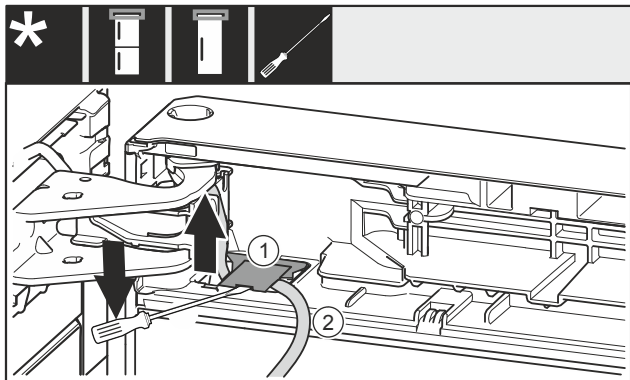

Fig. 20
- ▶ Emelje meg a fedelet lapos csavarhúzóval Fig. 20 (1), és húzza ki.
- ▶ Húzza ki a kábelt Fig. 20 (2).